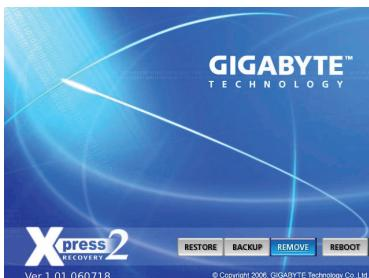

図 15
1. バックアップファイルを削除する場合、**REMOVE** を選択します。(図 15)。